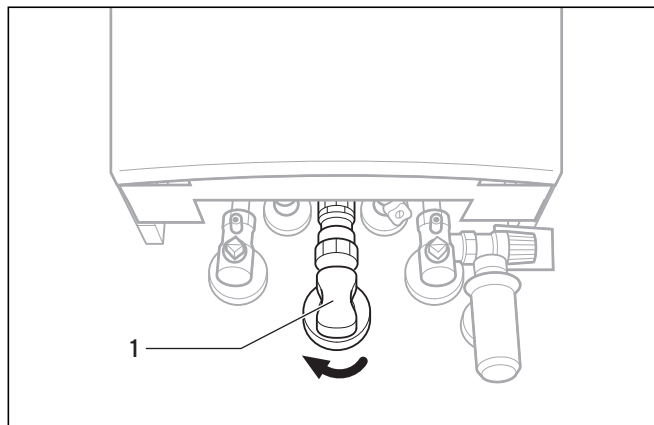

Fig. 2.1 Chiusura del rubinetto di intercettazione del gas (VC 146, VC 206 e VC 276); esempio: installazione incassata
- Chiudere il rubinetto di intercettazione del gas (1, fig. 2.1, 2.2) dell'apparecchio.